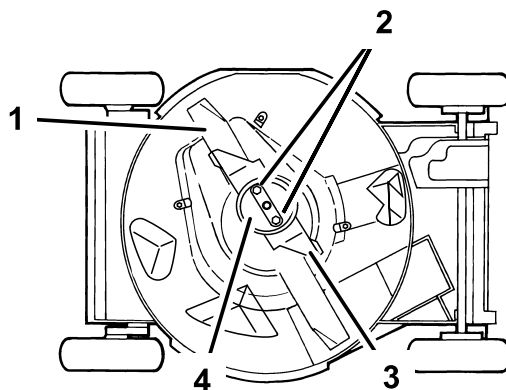

Figura 33
4. Vuelque el cortacésped hacia su lado **derecho** (Figura 33).
Sujete el extremo de la cuchilla usando un paño o un guante grueso. Retire las tuercas de la cuchilla, el protector de césped, el acelerador y la cuchilla (Figura 33).
5. Retire las 2 tuercas de la cuchilla, el protector de césped, el acelerador y la cuchilla (Figura 33).